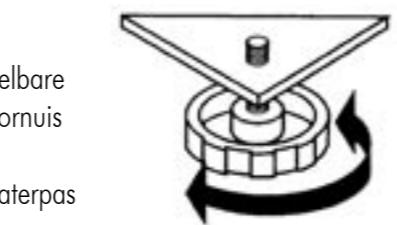

fig. 4
- Plaats het fornuis volgens de hiervoor beschreven procedure en stel de hoogte in met de verstelbare pootjes (zie fig. 4). Draai de pootjes met de richting van de klok mee om de hoogte van uw fornuis aan te passen en in de andere richting om de hoogte te verkleinen.